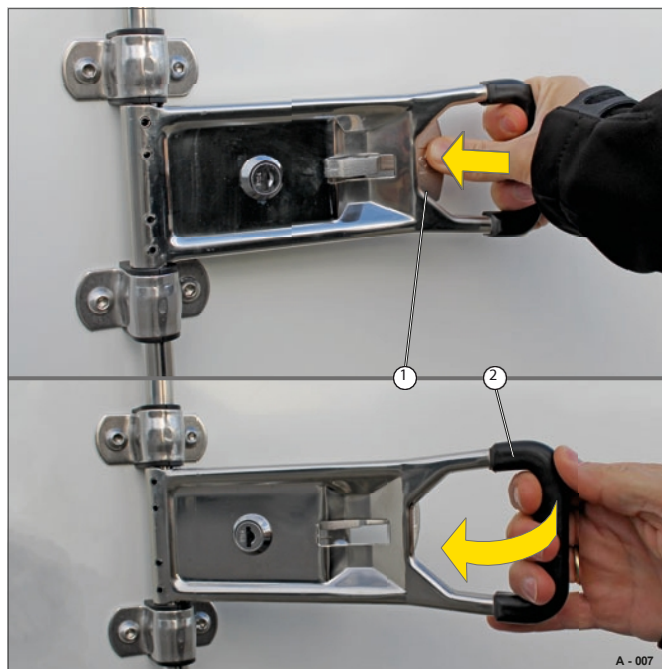

Fig. 7 Lås upp spanjolettlåset
- Tryck in slutarens snäpplås (Fig. 7/1).
- Vrid samtidigt handtaget (Fig. 7/2) utåt.
- Lås upp spanjolettlåset - se fig. 7 på sidan 52.